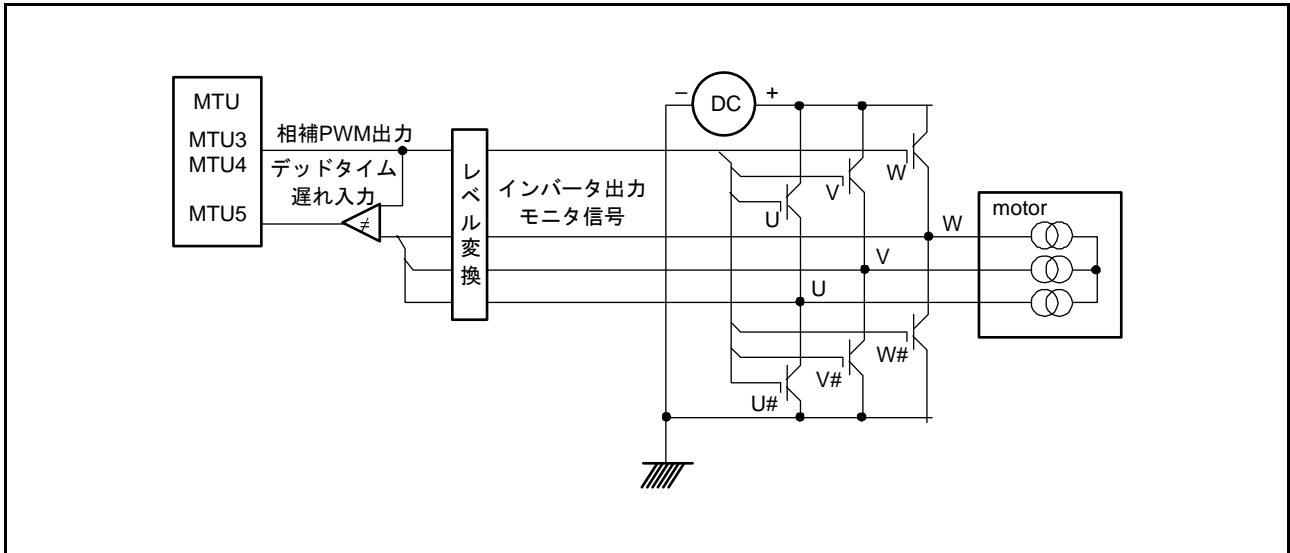
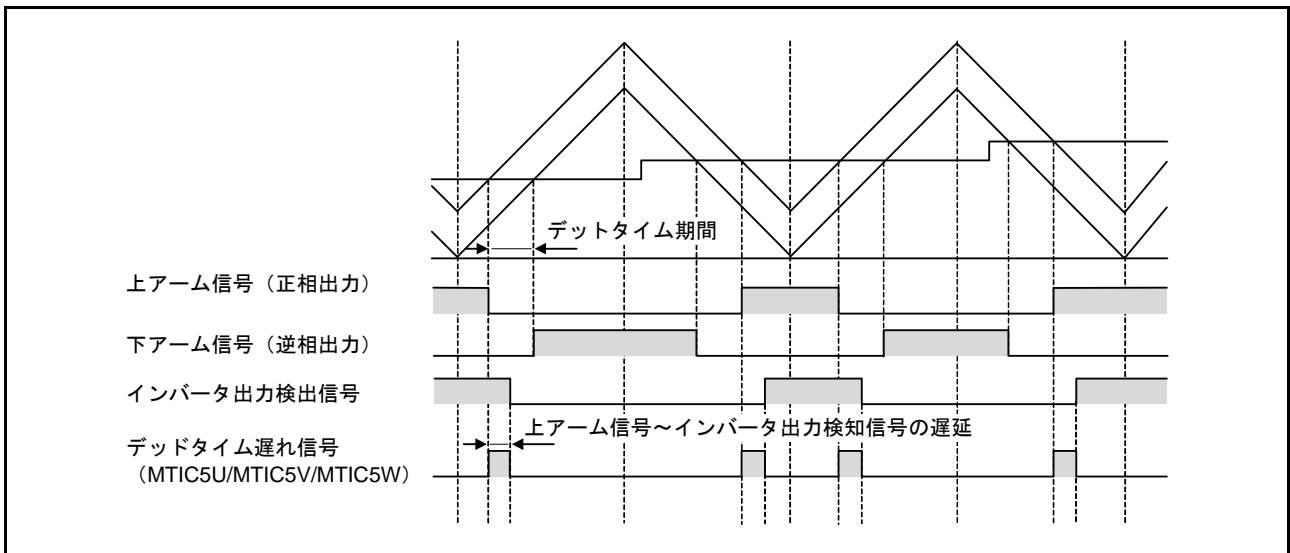
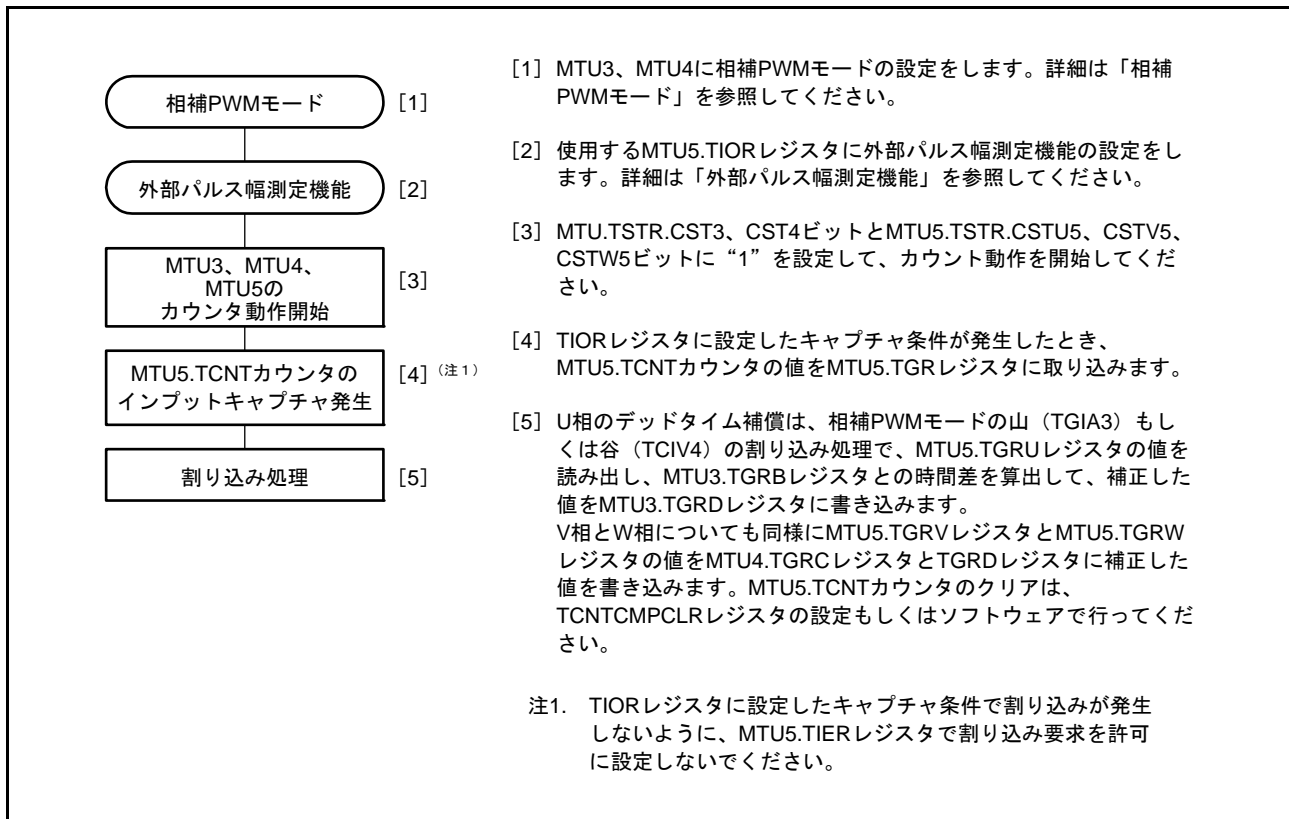

図 22.79 モータ制御回路構成例
図 22.80 相補 PWM モード動作時のデッドタイム遅れ
図 22.81 デッドタイム補償機能の設定手順例
デッドタイム遅れ（相補 PWM 出力とインバータ出力間の遅延）を MTU5 にフィードバックするモータ制御回路を構成します（図 22.79）。MTU5 の外部パルス測定機能でデッドタイム遅れを測定してデューティ比に反映することで、MTU3、MTU4 を使用した相補 PWM 動作時の PWM 出力波形に対するデッドタイム補償として使用することができます（図 22.80）。MTU5 を使用したデッドタイム補償の設定手順を図 22.81 に示します。このときの MTU5 の動作については、(2) 相補 PWM の「山/谷」での TCNTU、TCNTV、TCNTW カウンタキャプチャ動作を参照してください。
MTU5の3本のカウンタを使用したデッドタイム補償機能の設定手順例を図22.81に示します。